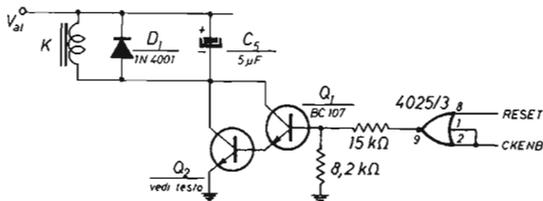

figura 1
a) Il nor 4025/2 (con riferimento allo schema di figura 1, pagina 2279 **cq** 12/78) commuta (come tutti i c-mos) quando la tensione input passa per $V_{cc}/2$; inoltre il relay si diseccita intorno a $V_{a1}/3$. Da ciò risulta che il tempo utile per la trasmissione del da-di-da è ridotto a una frazione minima della costante di tempo introdotta da C_x ; ovvero per un funzionamento corretto è necessario che C_x abbia, normalmente, una capacità abbastanza elevata ($1.000 \div 5.000 \mu F$).
Come si può vedere dai diagrammi di temporizzazione di figura 5 (**cq** 12/78) i suddetti segnali sono entrambi a zero durante la trasmissione del da-di-da. In tal tempo l'uscita del nor 4025/3 va a « 1 » e tramite uno stadio Darlington può tenere eccitato il relay, come schematizzato in figura 1.
La modifica riassunta e schematizzata in figura 1 ha il vantaggio di eliminare il grosso elettrolitico C_x che presenta alto costo, eccessivo ingombro, tendenza all'invecchiamento.